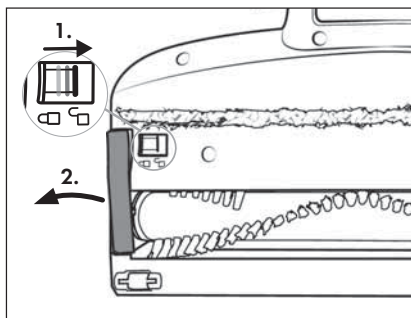

Fig. 26
- 2) Déverrouillez le rouleau brosse **21** en faisant glisser le dispositif de déverrouillage du rouleau brosse **19** avec le doigt vers le symbole  (ouvert). Retirez alors le support pour rouleau brosse **20** de la brosse de sol **22** (voir fig. 26).